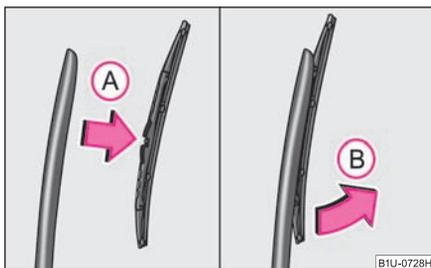

Fig. 57 Balai d'essuie-glace pour lunette arrière
- Ecartez le bras de l'essuie-glace ⇒ fig. 57.
- Attrapez le balai d'essuie-glace au milieu avec l'autre main et enlevez le balai d'essuie-glace en le faisant tourner dans le sens de la flèche (B).